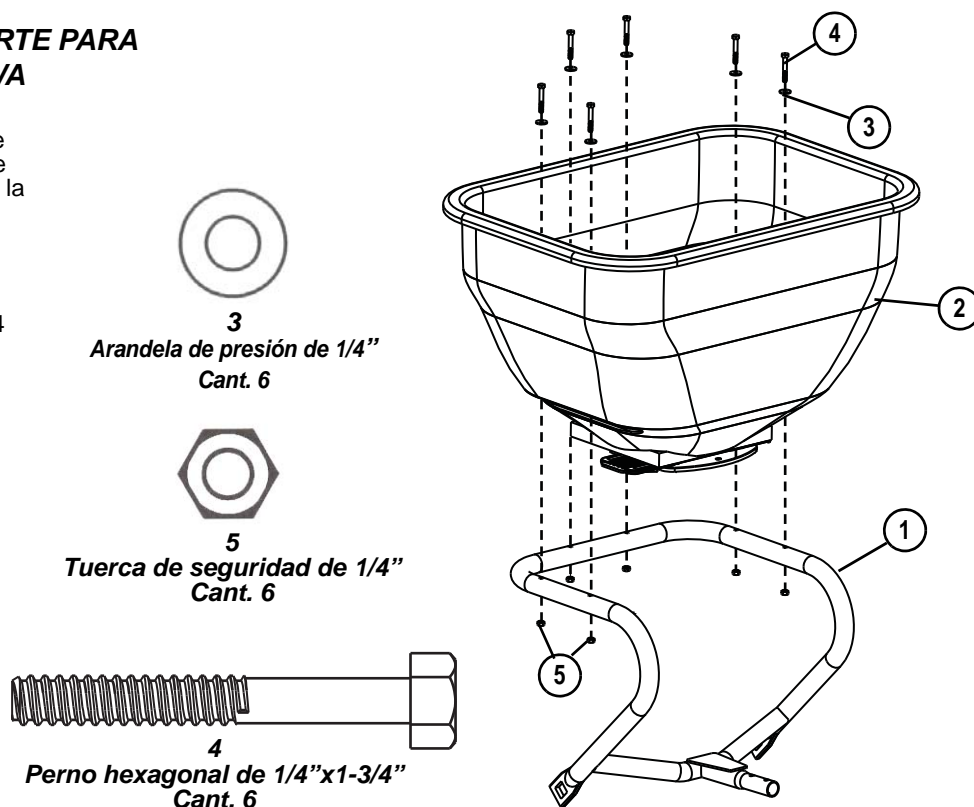

Figura 2.
4a. Mueva el eje del sistema de la transmisión (21) de modo que esté alineado con el orificio central en el sistema de la tolva (2). Asegúrese que la ranura de la correa de la transmisión descansa encima de las dos tuercas hexagonales instaladas anteriormente en la Figura 2, según se muestra aquí.